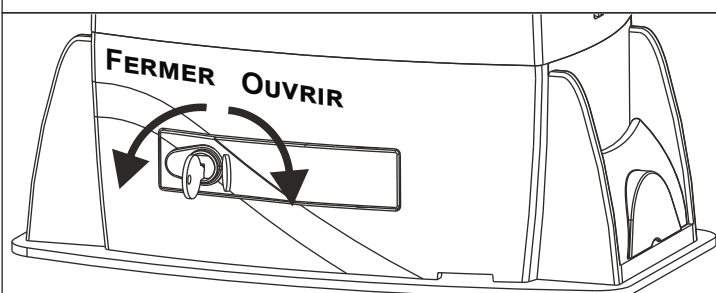

Fig. 28
- Ouvrir le couvercle serrure, insérer la clé et la tourner dans le sens des aiguilles d'une montre de 90° (Fig. 28)